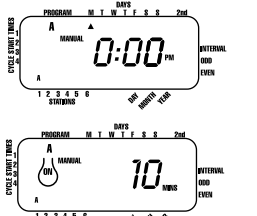

ABBILDUNG 11: Manuelle Bewässerung entweder nur im A- oder nur im B-Programm
- Zur Aktivierung von Stationen, denen eine Bewässerungsdauer nur für das A-Programm zugewiesen wurde, zuerst die MANUELL- und dann die WEITER-Taste drücken. Damit werden Stationen aktiviert, denen nur eine Bewässerungsdauer im A-Programm zugewiesen wurde. Um diese halbautomatische Bewässerung zu starten, EINGABE drücken [siehe Abb. 11].